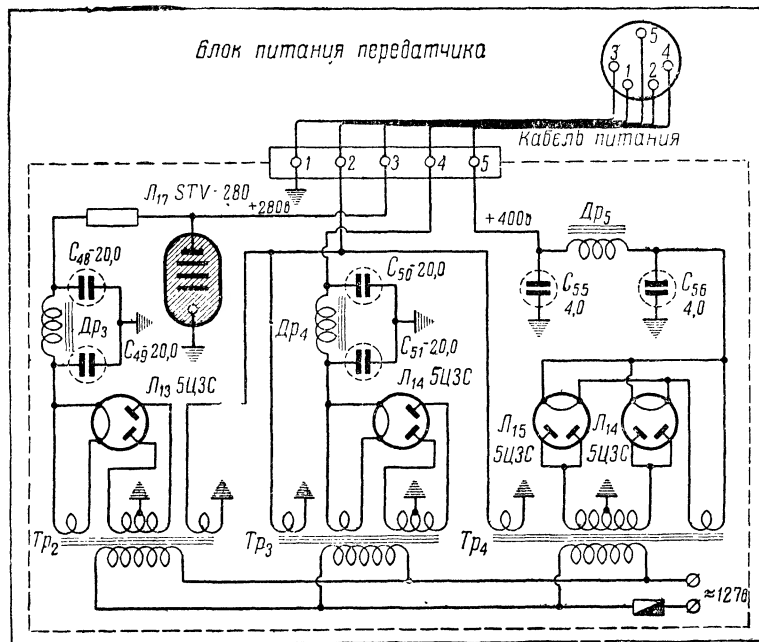

Рис. 3. Блок питания ЧМ/АМ передатчика
**Силовая часть.** Питание ЧМ/АМ передатчика осуществляется от трех выпрямителей. Первый из них дает напряжение 280 в на импульсный ЧМ возбудитель, второй — 350 в на ступени выделения и умножения частоты и третий подает напряжение 400 в на лампу ГУ-29 оконечной ступени (рис. 3).